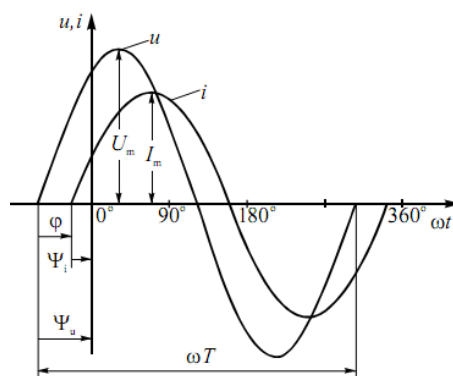

Рисунок 3.1
здесь  $u$ ,  $e$ ,  $i$  -соответственно **мгновенные значения** напряжения, ЭДС, тока, т. е. значения этих величин в рассматриваемый момент времени;  $\omega t + \psi_u$ ,  $\omega t + \psi_e$ ,  $\omega t + \psi_i$  - аргументы синусоидальных функций, называемые **фазой** или **фазовым углом**. Фаза отсчитывается от точки перехода синусоидальной функции через нуль к положительному значению. Синусоидальное напряжение  $u$  и ток  $i$  показаны на рис. 3.1.
1. Ознакомиться с электрической схемой, приборами и элементами (см. рис. 3.1). Изучить принципиальную схему электрической цепи.